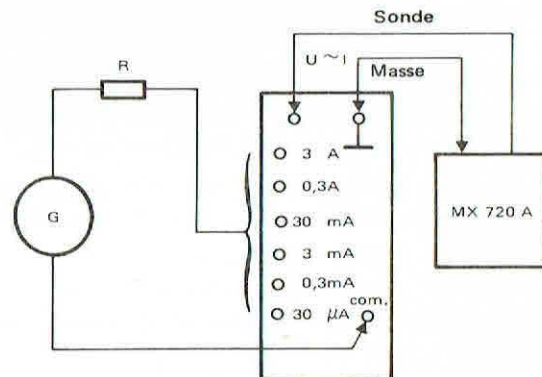

FIG 5 – Mesure du courant avec boîte de shunts
- Brancher la boîte comme indiqué Fig. 5.